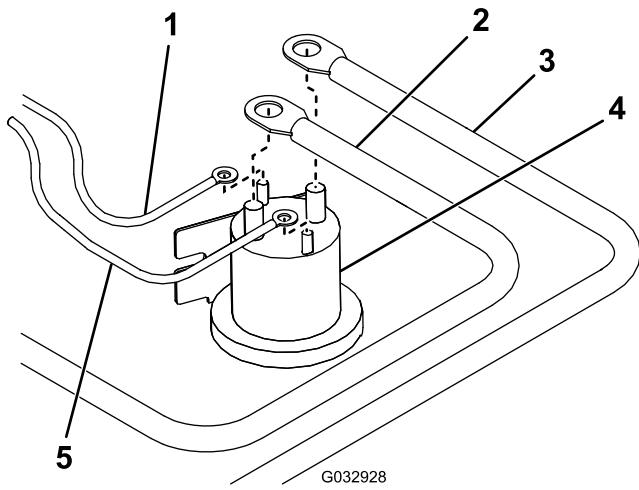

Bild 17
18. Schließen Sie das weiß/schwarze Kabel vom langen Kabelbaum an den kleinen Pol an der Pumpenstromspule an (Bild 17).
19. Schließen Sie das braune Kabel vom langen Kabelbaum an den anderen kleinen Pol an der Pumpenstromspule an (Bild 17).
21. Schließen Sie das rote Strom- bzw. Erdungskabel am großen Pol an der Pumpenstromspule an (Bild 17).
22. Schließen Sie das Batteriekabel am anderen großen Pol an der Pumpenstromspule an (Bild 17).